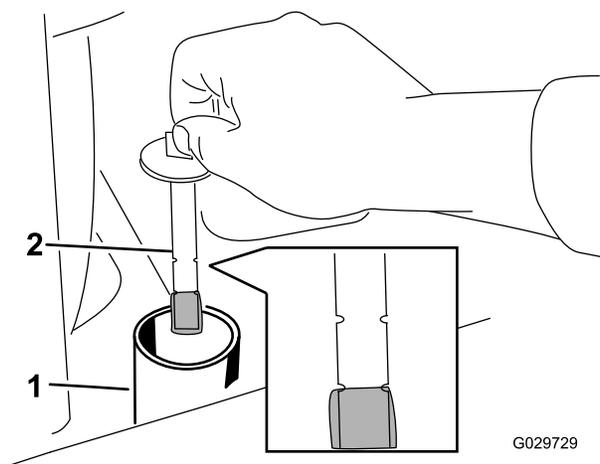

Рисунок 65
6. Снимите крышку гидравлического бака и извлеките масломерный щуп (Рисунок 65).